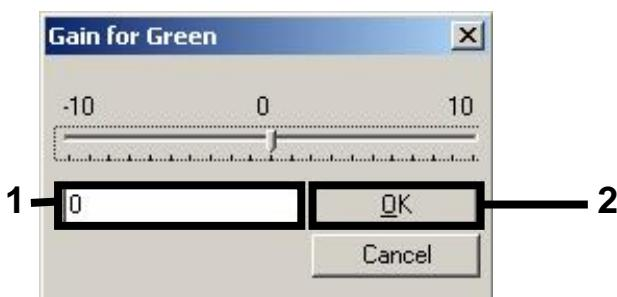

Figura 6. Introduzir manualmente os valores de ganho mais baixos.
7. Selecione o valor de ganho mais baixo para Cycling Green (Ciclos verdes) indicado no passo 4, e introduza este valor manualmente na janela "Gain for Green" (Ganho para verde) (Figura 6). Selecione o valor de ganho mais baixo para Cycling Yellow (Ciclos amarelos) indicado no passo 4, e introduza este valor manualmente na janela "Gain for Yellow" (Ganho para amarelo) (Figura 6).